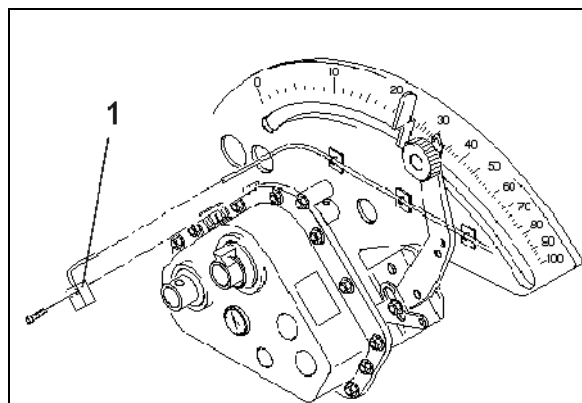

Fig. 8
1. (Fig. 8/1) sensörünü vario şanzımana vidalayın.